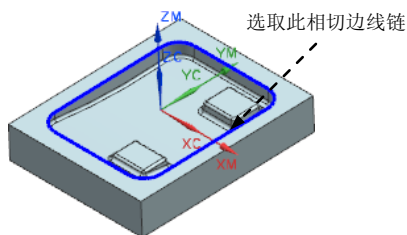

图 15.6 选取修剪边界
Step2. 在 **主要** 选项卡中 **过滤器类型** 区域确认按钮被按下，在 **修剪侧** 区域选中  **外部** 复选框，在“曲线规则”下拉列表中选择 **相切曲线**，然后在图形区选取图 15.6 所示的边线，在